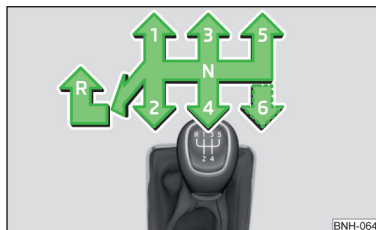

Fig. 184
En la palanca de cambios se presenta el esquema de cambio para cada posición de marcha » **fig. 184**.
- Presionar hacia abajo la palanca de cambio y colocarla completamente hacia la izquierda y luego hacia adelante en la posición **R** » **fig. 184**.